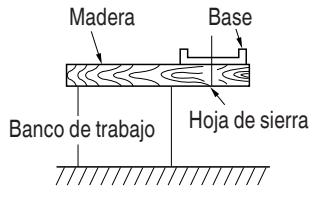

Fig. 18
6. Prepare un banco de trabajo de madera (Fig. 18)